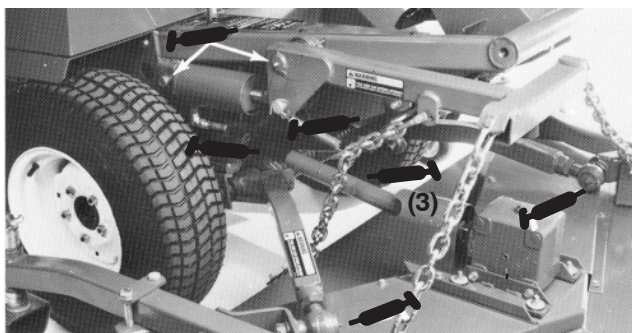

Figure 35
Arbre de PDF et chapes (3) (Fig. 35)
Pivots de bras de levage (Fig. 35)
Rotules de bras de poussée droits et gauche (Fig. 35)